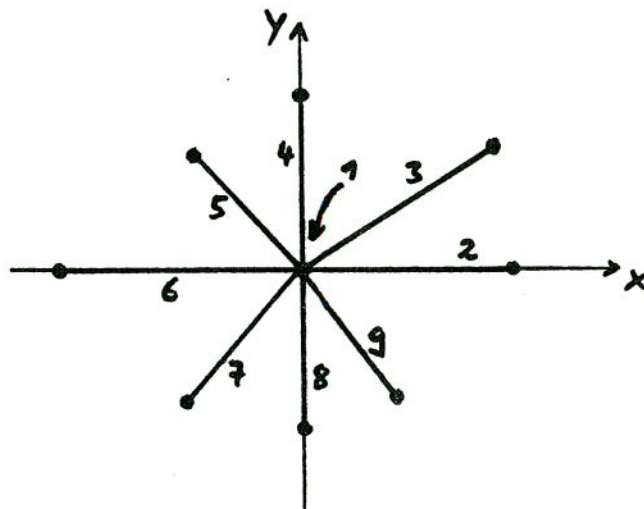

BILD 1
Die beiden zu verbindenden Punkte dürfen jede beliebige Lage zueinander haben. Diese Forderung führt zu 9 verschiedenen Fällen (Bild 1), je nach Vorzeichen und Größe der Differenz beider Koordinaten. Das zu entwickelnde Programm muß alle diese Fälle verarbeiten können.
- befinden sich mehrere Doppelkopflaufwerke im System, so ist die Schaltung nach Bild 1 "freifliegend" in die Drive einzulöten. Außer +5V und DS 3 sind alle Leitungen an dem Punkt anzutreffen, wo durch Jumper, Schalter oder Drahtbrücken die Drive normalerweise eingestellt wird. +5V kann an irgendeinem in der Nähe befindlichen 14poligen IC am Pin 14 abgenommen werden. DS 3 muß unter Umständen kurz hinter dem Stecker angezapft werden. Die Diode an der Basis des Transistors ist notwendig, da sonst die Basis nicht tief genug "heruntergezogen" werden kann, um den Transistor zu sperren.